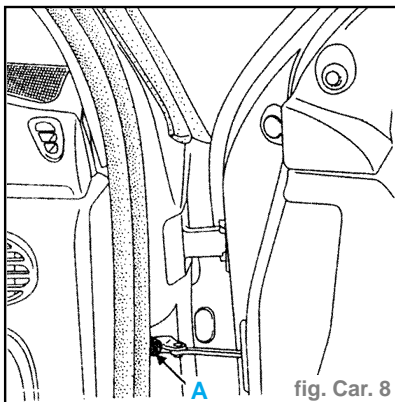

fig. Car. 8
- Déposer la vis du tirant de porte (A) (fig. Car. 8).